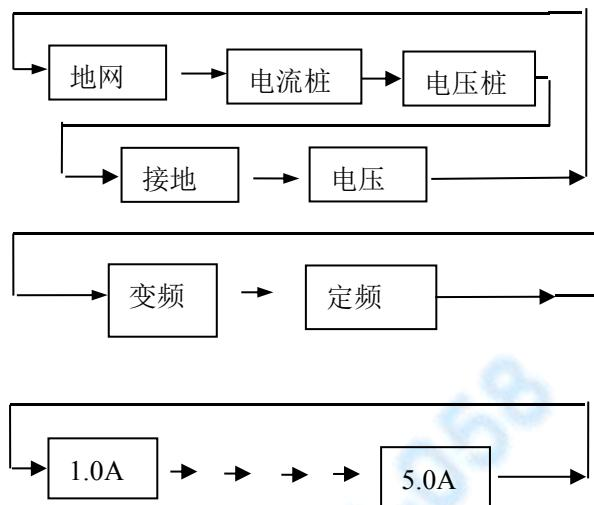

图 5
3.3、在光标当前所示项目，按▼▲键键可进行该项菜单的变更，并循环指示，流程见图5所示。